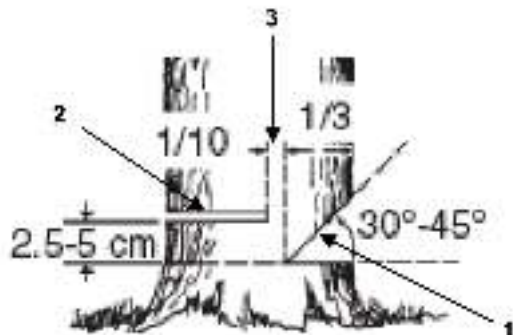

Рис. 13
4. Выберите направления падения дерева, для этого следует учесть силу и направление ветра, естественный наклон дерева, равномерность распределения веток в кроне дерева. Начните пилить с той стороны дерева, куда оно должно упасть (рис. 13)